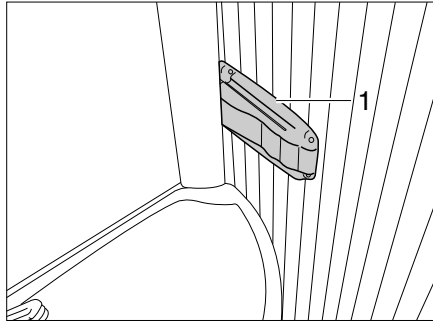

Bild 230 Vario-Toilette, Arretierung der Duschwand
- Arretierung (Bild 230,1) rechts am Waschbeckenrand eindrücken und am Waschbecken leicht ziehen. Das Waschbecken bewegt sich mit der Rückwand nach vorne.